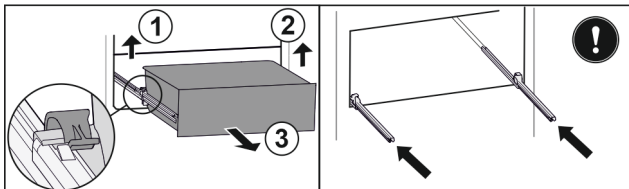

Fig. 210
- Linke Klemme anheben und gleichzeitig Schubfach links nach vorne ziehen. Fig. 210 (1)
- Rechte Klemme anheben und gleichzeitig Schubfach rechts nach vorne ziehen. Fig. 210 (2)
- Schubfach nach vorne entnehmen. Fig. 210 (3)